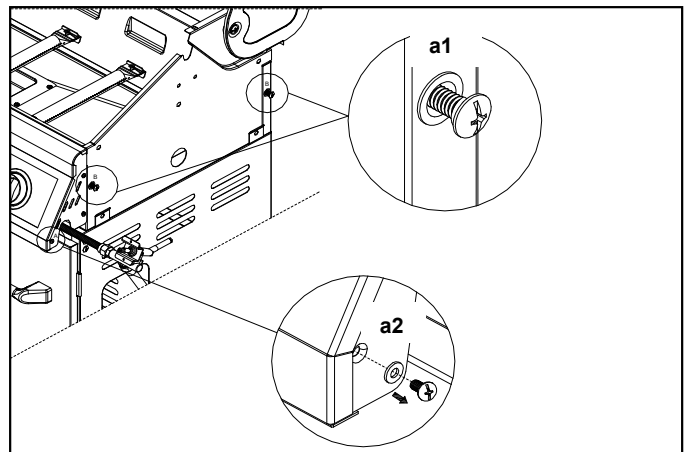

Fig.1-2
- Retire los 3 tornillos en el borde superior del intestino quemador lateral (C). Ver Fig.1-2.a3.
- Alinear los agujeros inferiores en el tazón del quemador lateral (C) con 2 tornillos aflojados en el panel lateral derecho. Colgar el intestino del quemador lateral (C) a la cesta con los dos tornillos flojos en el panel lateral. Ver Fig.1.2.
- Con los tres tornillos que retiró en el paso c) insertarlos desde el interior de la caja de fuego en el tazón del quemador lateral (C). Apriete los tornillos desde el interior de la caja de fuego.
- agregue el panel de control del quemador lateral al panel de control principal apretando el tornillo que quitó en el paso b) por debajo de la taza del quemador lateral (C). El Tornillo pasa a través del panel de control del quemador lateral al panel de control principal. Ver Fig.1-2
- Instale la pila (J) en la caja de encendido con el terminal positivo hacia afuera.